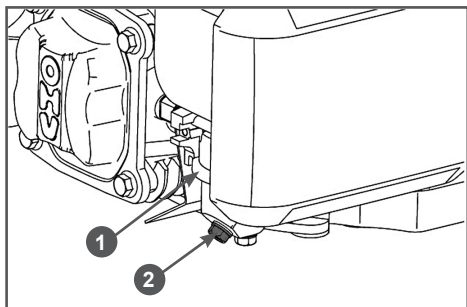

Рис. 24 Слив топлива из карбюратора
1. Установите под карбюратор 1 подходящую емкость (Рис. 24).
2. Открутите болт 2 сливного отверстия и слейте топливо из поплавковой камеры карбюратора в подготовленную для этого ёмкость (Рис. 24).